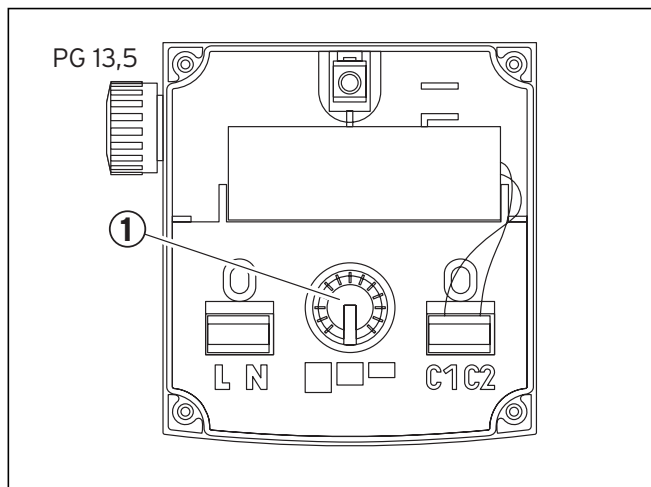

Fig. 8.2 N. art. 309 441, 309 442 e 00 2001 6930
- Modelli EM: impostare sul numero di giri desiderato l'interruttore rotante a tre scatti (fig. 8.2 e 8.3, voce 1) situato nella morsetteria.